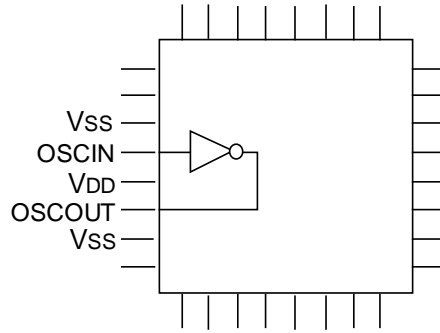

図 7-4 クリティカル信号配置例 2
- ② 発振回路の入出力端子（OSCIN、OSCOU）はお互い近くに配置し、電源端子（V_{DD}、V_{SS}）で挟んで下さい。また、発振回路と同期する出力端子を近くに配置しないで下さい。（図 7-4）